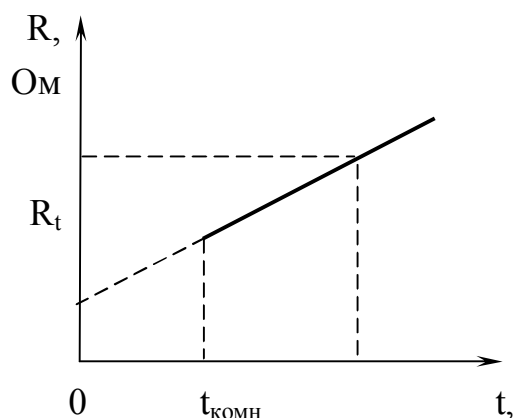

Рис.2. Зависимость сопротивления металлического проводника от температуры
Из формулы (7) следует, что график зависимости  $R$  от  $t$  является прямой линией. Поэтому для определения температурного коэффициента сопротивления металла необходимо получить температурную зависимость  $R = f(T)$ , построить график (рис. 2), экстраполировать (продолжить) прямую к температуре  $t = 0^\circ\text{C}$ , определить  $R_0$  и вычислить  $\alpha$  по формуле (8).